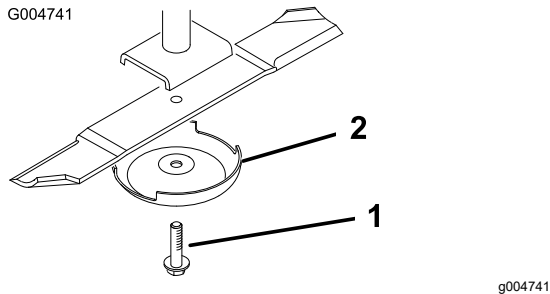

Figure 98
3. Enlevez le boulon, la coupelle de protection et la lame de l'axe de pivot (**Figure 98**).